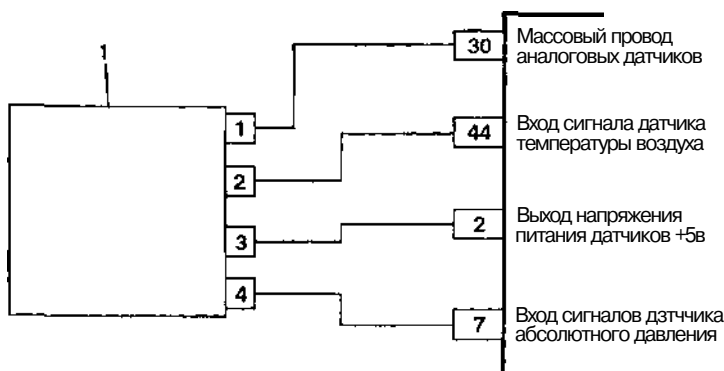

Рис. 3.3.2. Схема проверки датчика температуры воздуха:
3.3.3. Неисправность «несоответствие сигнала датчика температуры воздуха» (рис. 3.3.2)